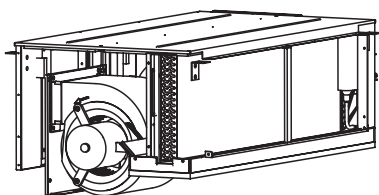

Рис. 12.7
- 1) Поднимите узел двигателя вентилятора; соприкасайтесь краями узла двигателя вентилятора с направляющими. Нужно два человека. (рис. 12.7)